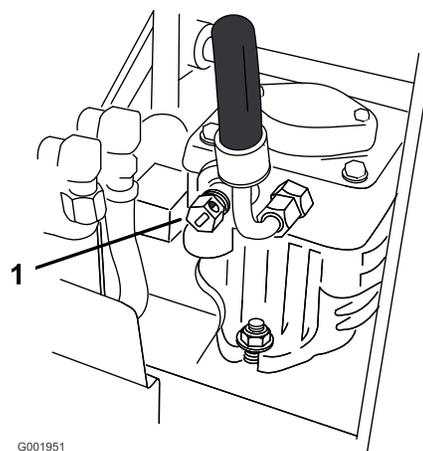

図 24
2. 両方のポンプについているバイパス・バルブを左に1~2回転させて開く。これでポンプ内部の油圧回路がバイパスされ、車輪が自由に回るようになる（図 24）。